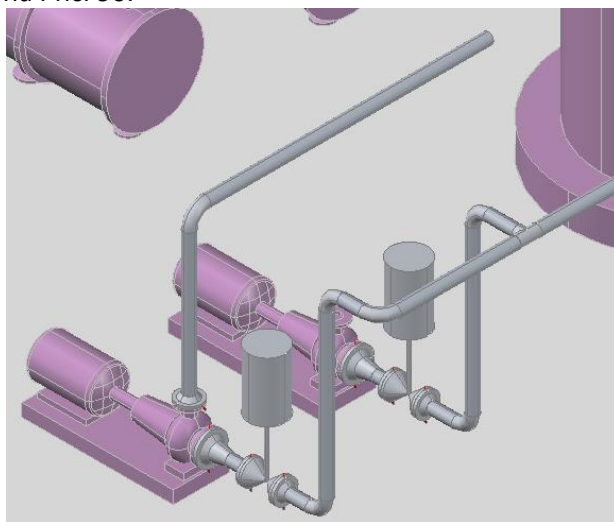

Рис. 90
- Проведите горизонтальный участок длиной **2800 мм** в направлении, показанном на Рис. 90.